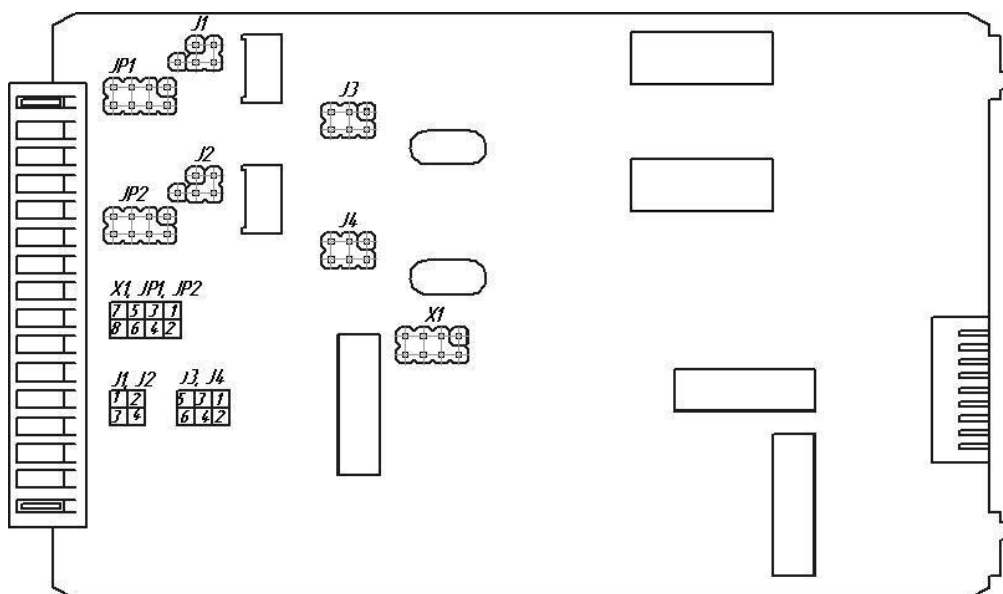

Рисунок 4.6 – Положение перемычек на плате прибора
- установить положение переключателей на модуле универсальных входов в положение согласно выбранному типу входного сигнала (таблица 4.3, рисунок 4.6).